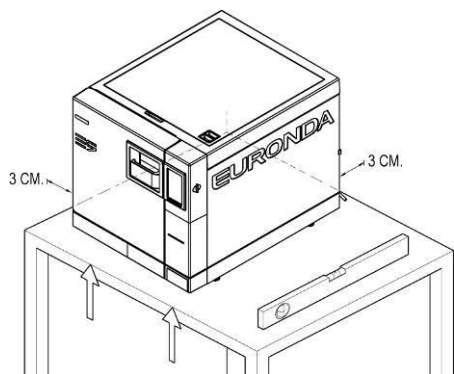

Рис. 6.1-3
- Установите оборудование на ровной и горизонтальной поверхности (Рис. 6.1-3).
- Оставьте свободное пространство вокруг оборудования, по меньшей мере, 3 см, чтобы обеспечить свободную циркуляцию воздуха (Рис. 6.1-3).